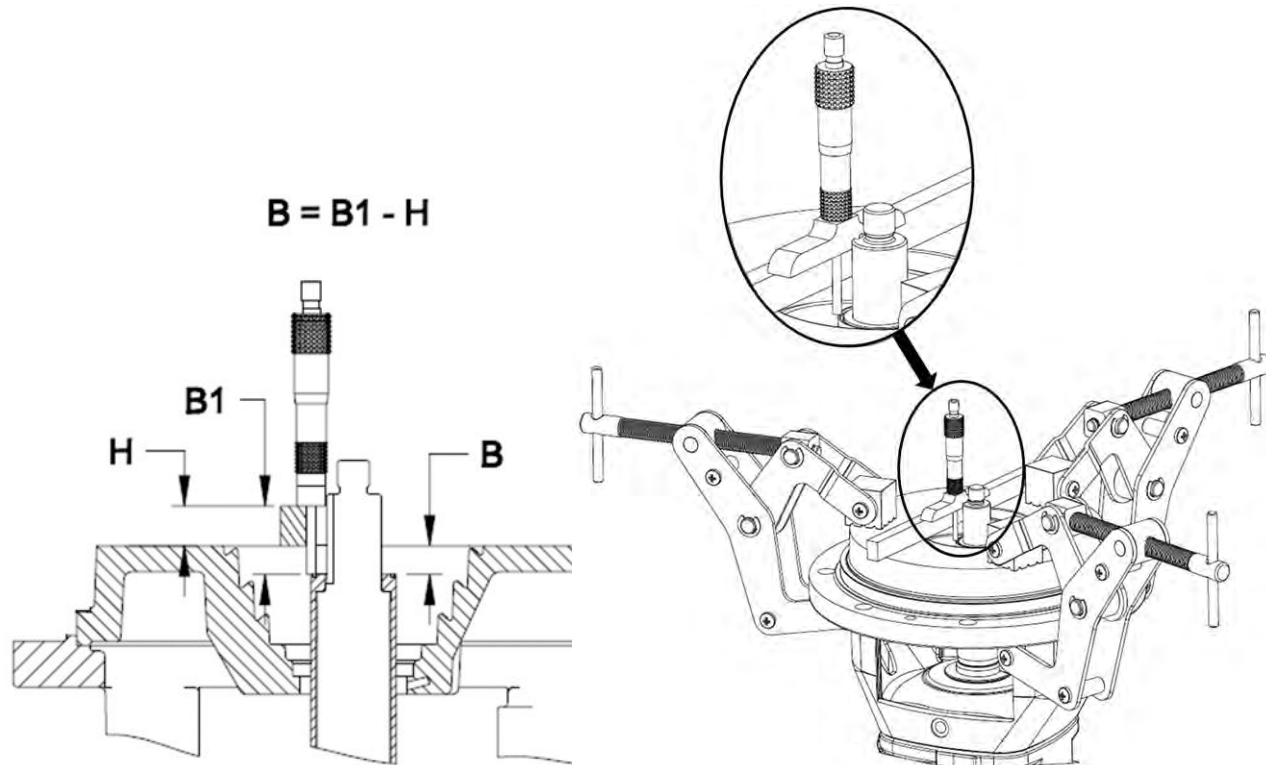

Figura 45: Medición de la cubierta de carcasa a la manga
23. Coloque la barra (de Goulds o genérica) a través de la cubierta de la carcasa (161) como se muestra en Figura 45: Medición de la cubierta de carcasa a la manga on page 85, mida la parte superior de la barra hasta el hombro de la manga (524) y anote el resultado en el campo B1.
24. Reste H a B1 y anote el resultado en el campo B ($B = B1 - H$); consulte Figura 45: Medición de la cubierta de carcasa a la manga on page 85.
30. Una vez determinada la combinación de cuñas, instale las cuñas (525) y la manga (222) en el eje (210); consulte Figura 45: Medición de la cubierta de carcasa a la manga on page 85.